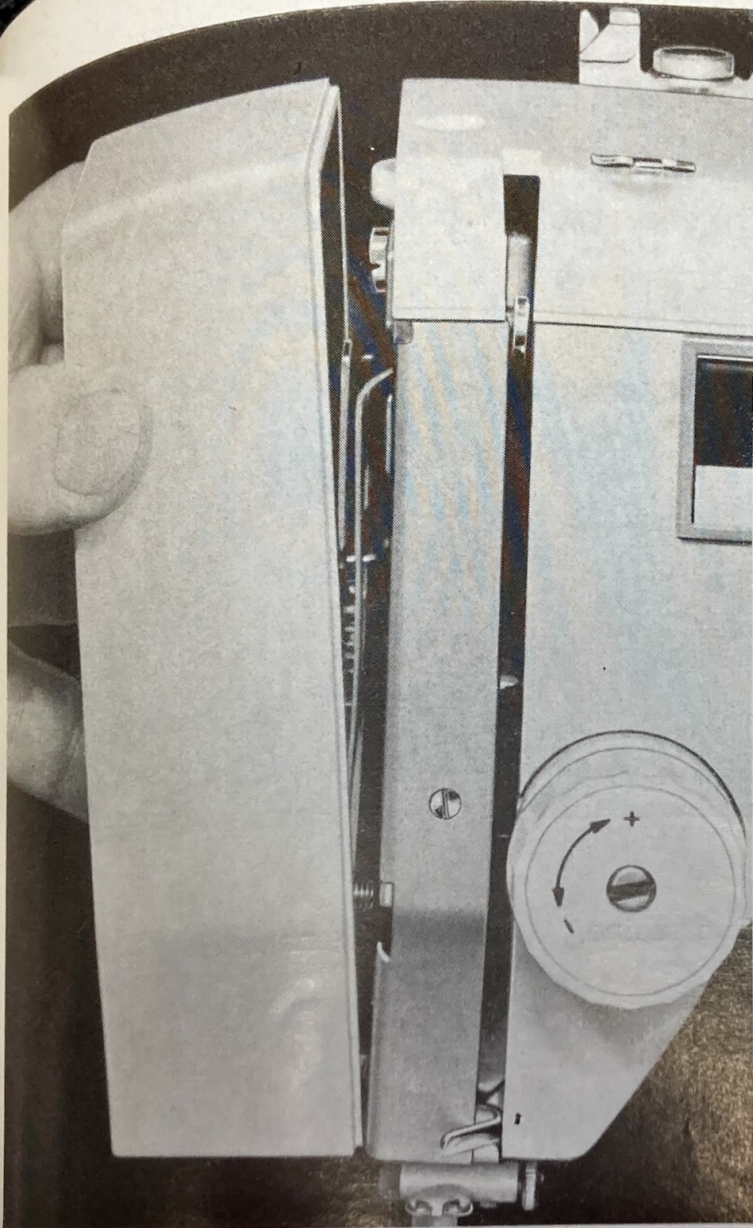

Abb. 53
27. Abnehmen der Frontplatte (Abb. 53)